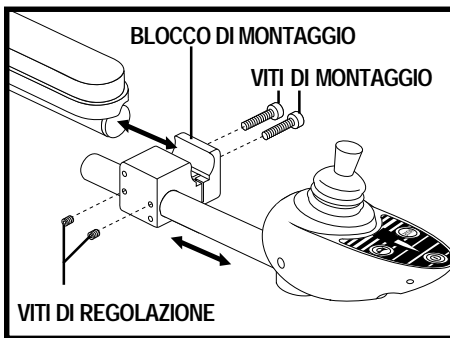

Figura 20. Posizione centralina – Blocco montaggio
4. Allentare le viti di montaggio del blocco della centralina. Vedere figura 20.
2. Allentare le viti di montaggio del blocco della centralina. Vedere figura 20.